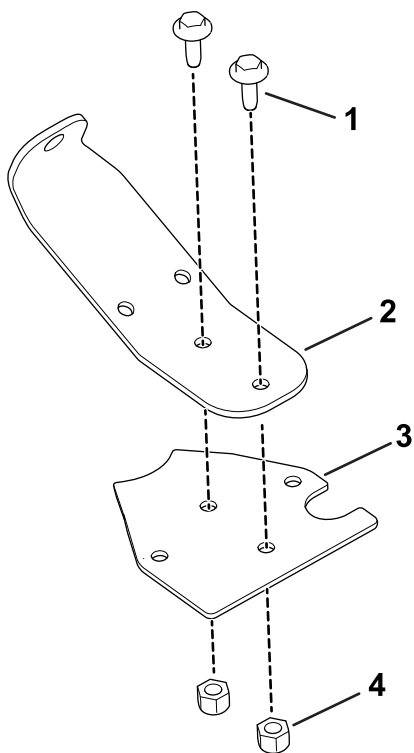

Рисунок 30
2. Присоедините крепление клапана к основанию жгута проводки с помощью 2 винтов с фланцевыми головками (1/4-20 x 5/8 дюйма) и 2 фланцевых гаек (1/4 дюйма) (Рисунок 30).